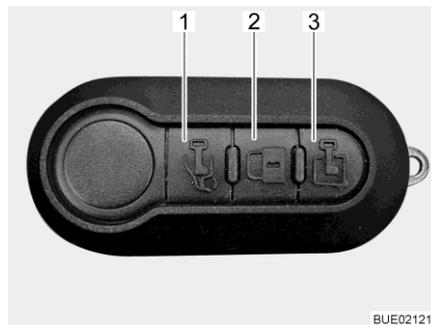

Fig. 34 Télécommande multifonction (3 touches)
Déverrouiller la porte chauffeur : ■ Appuyer une fois brièvement sur la touche  (Fig. 34,1). La porte chauffeur est déverrouillée.
Déverrouiller la porte cellule : ■ Appuyer une fois brièvement sur la touche  (Fig. 34,3). La porte cellule est déverrouillée.
- Appuyer une fois brièvement sur la touche  (Fig. 34,2). Toutes les portes sont verrouillées.